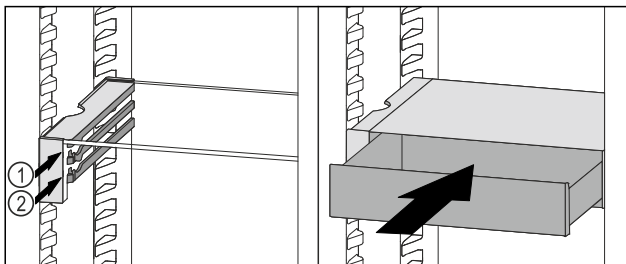

Fig. 99
- Coloque el cajón VarioSafe en la nervadura deseada *Fig. 99 (1)* o *Fig. 99 (2)* detrás de los topes.